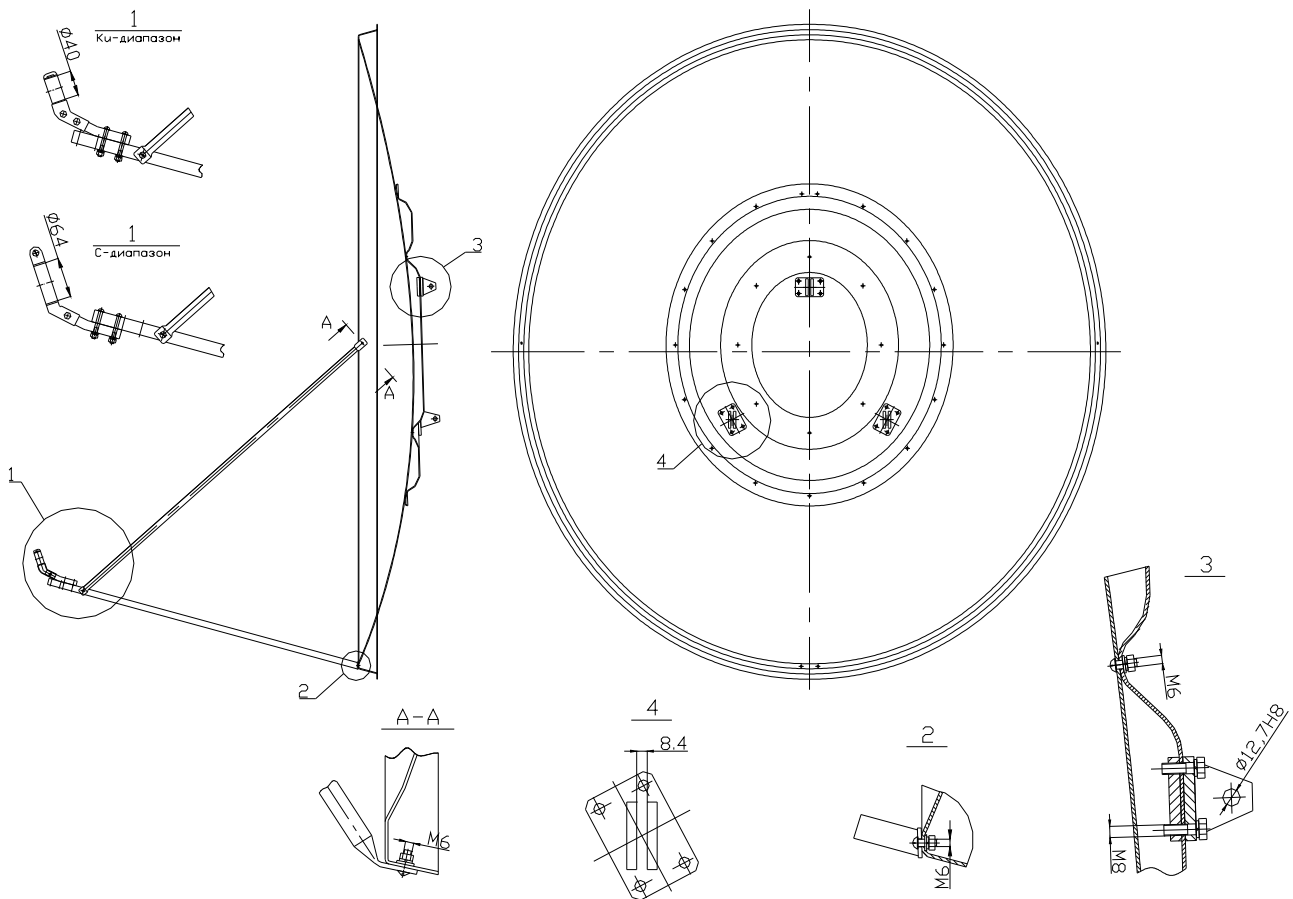

Рис.2
**Сборка антенны производится в соответствии с рис. 2.**
- разобрать кронштейны ( отвернуть болты ) и закрепить кронштейны на подзеркальнике согласно (Рис.2, узел.3) , установив резьбовую пластину с внутренней стороны, а кронштейны с наружной стороны подзеркальника;
- совместить отверстия в подзеркальнике с отверстиями в рефлекторе и закрепить винтами М6 х 16 (см. Рис.2, узел.3).
4. Установку штанги конвертородержателя производить вдвоём. Закрепить один конец штанги конвертородержателя на рефлекторе согласно (Рис.2, узел 2.) Закрепить винтами М6 х 20.
5. Установить растяжки, для чего: закрепить один конец растяжки на рефлекторе винтами М6 х 20, а второй конец на штанге конвертородержателя винтом М6 х 35 (см. Рис.2.узел1 и сеч.А-А).
**Внимание !** При *установке* облучателя смотри *Рис.2 узел1!*